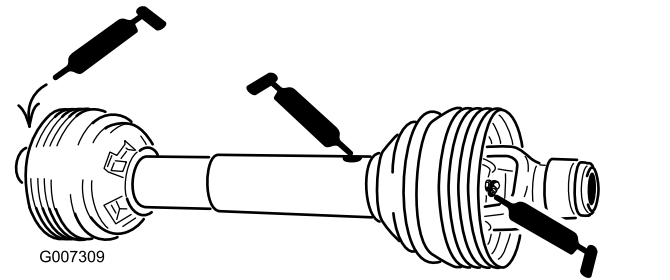

Figura 45
Árbol de la TDF (3) (Figura 45)